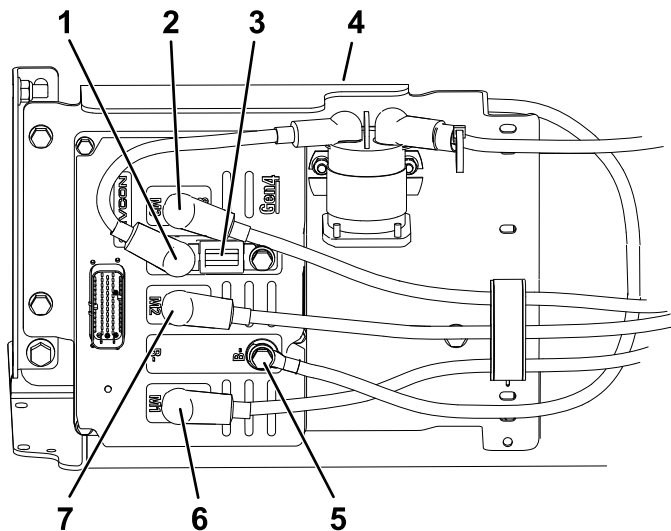

**図 4**
**注** 再組立時に間違わないように、外した電気コードはすべてラベルを付けておいてください 図 4。